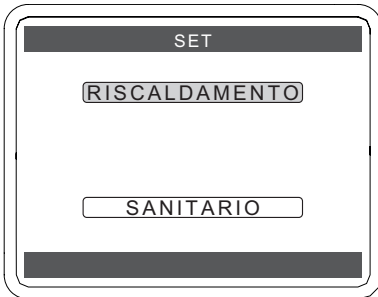

Figura 5.48
- Premere il tasto (∨) o (∧) per selezionare il campo desiderato Figura 5.48.